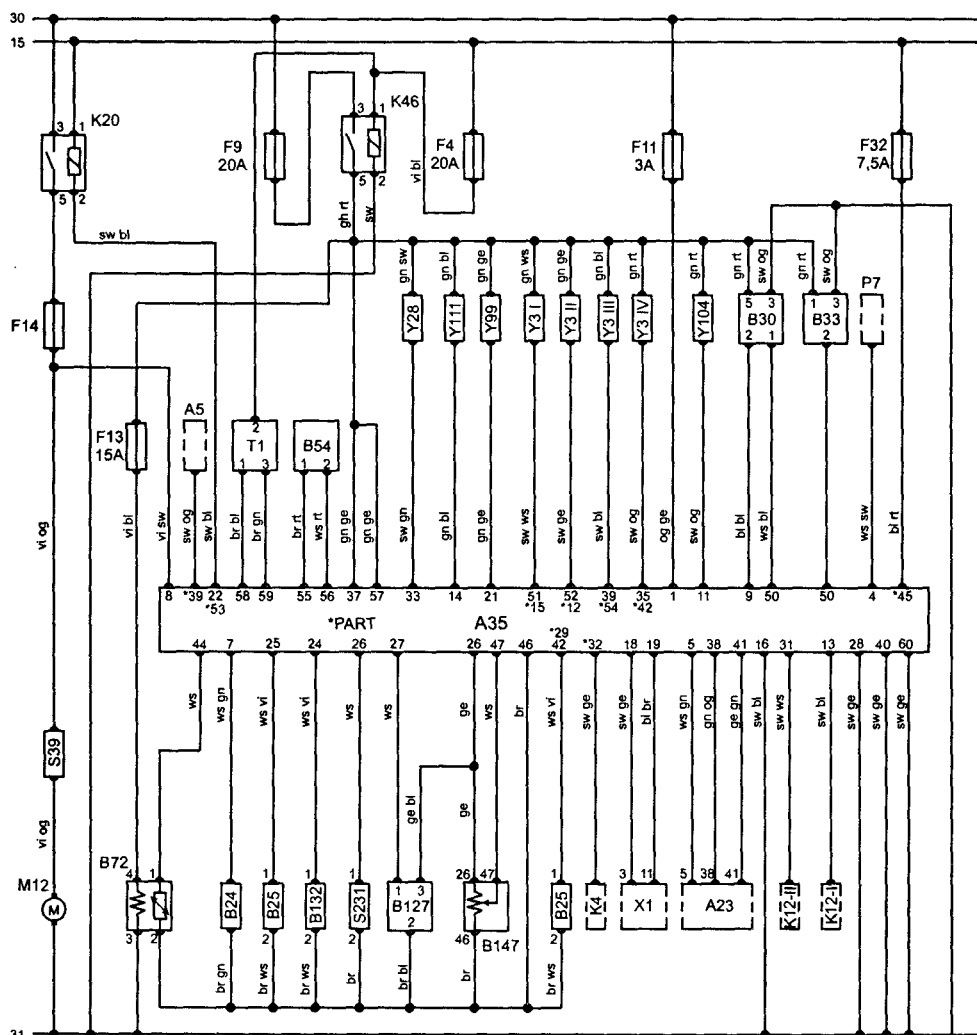

Рис. 2.5.1. Принципиальная схема ЭСУД двигателей РКА, РКВ в комплектации МТ
- по качеству топливной смеси. На основании данных датчиков (MAF, СКР, СМР, ТР, ЕСТ, IAT, см. рис. 2.5.1—2.5.2) блок управления выбирает длительность впрыска, затем анализирует показания кислородного датчика (одного или двух), и соответствующим образом (обеспечивая $0,98 < \lambda < 1,02$) корректирует длительность впрыска, обеспечивая оптимальное качество топливной смеси;
Принципиальные схемы ЭСУД «Ford EEC IV» двигателей 1,8 RKA (1993—1996 гг.в.) и 1,8 RKB (1994—1996 гг.в.) в комплектациях МТ и АТ представлены соответственно на рис. 2.5.1 и 2.5.2.
На рис. 2.5.1 и 2.5.2: